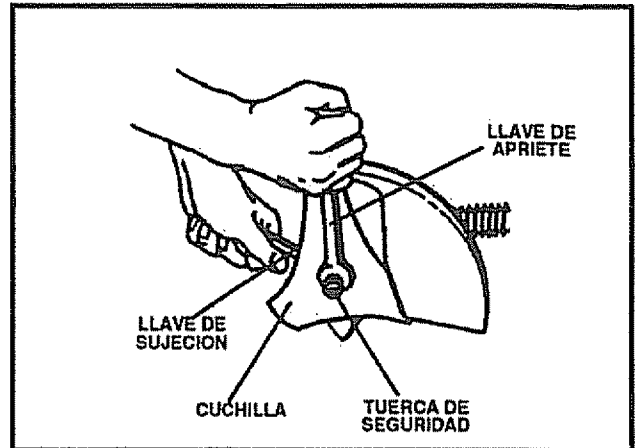

FIG. 12
- Remueva la tuerca de seguridad (véa la Fig. 12) que asegura la cuchilla al eje de impulsión.